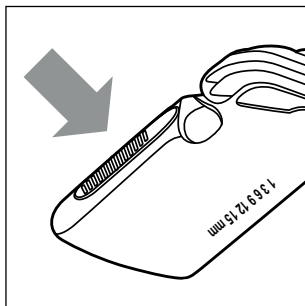

Fig. 5
- Premere il pulsante se si desidera far correre l'inserto pettine 10/11 verso l'alto o verso il basso (vedere fig. 5). In questo modo è più facile disimpegnare l'inserto pettine 10/11 dall'innesto e farlo scorrere.
- ▶ Premere il lato superiore del pulsante se si desidera far correre l'inserto pettine 10/11 verso l'alto o verso il basso (vedere fig. 5). In questo modo è più facile disimpegnare l'inserto pettine 10/11 dall'innesto e farlo scorrere.